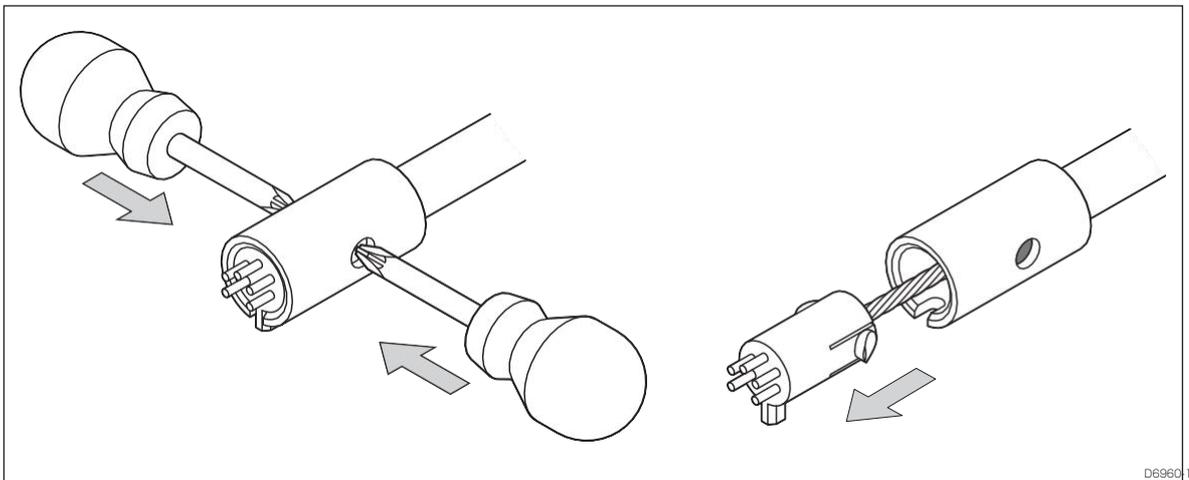

図3. 下側コネクタを外す
7. トランスデューサ・アームの下端で、両方のクリップを押して、トランスデューサ・アームから下部コネクタ（項目14）を外します（図3参照）。